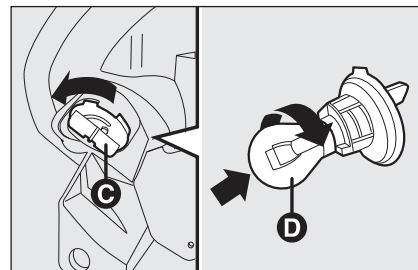

fig. 19/b
- rimuovere il coperchio portalampana **C**-fig. 19/b ruotando in senso antiorario;
- richiudere lo sportello **B**-fig. 19/a quindi ruotare il dispositivo di bloccaggio **A**.